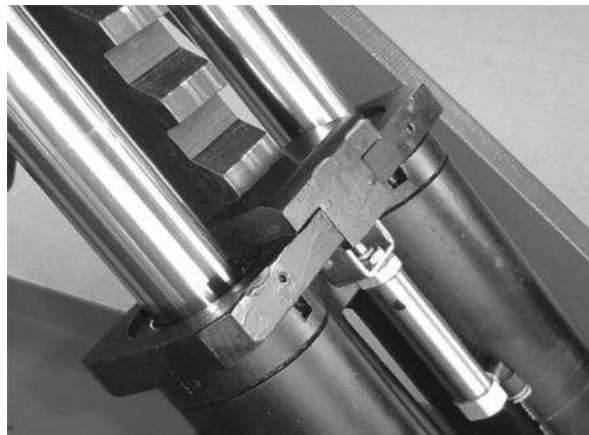

Рис. 9
- Предохранительный зуб и модуль шестерни являются деталями, гарантирующими безопасность персонала под машиной в случае отказа других средств защиты. Поэтому убедитесь в целостности модуля шестерни и в том, что предохранительный зуб полностью закрыт. (Рис. 9)